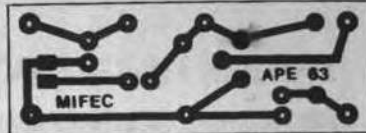

Fig. 2
- FIG. 2 - LAY OUT DO CIRCUITO IMPRESSO ESPECIFICO - A plaquinha é uma *titiquinha*, de tão pequena e simples... Qualquer *lasca* de fenolite cobreado que esteja por aí, sobrando, jogada no fundo da *sucata*, dará para a confecção...! O diagrama mostra, em escala 1:1 (tamanho natural, portanto...), o padrão cobreado, de facilíma reprodução... Embora o uso de decalques ácido-resistentes gere um acabamento mais bonito e profissional, nada impede que o leitor/hobbysta realize a traçagem com tinta, caneta apropriada (até do tipo descartável...), desde que *capriche* e confira tudo direitinho, ao final... Aos novatos, recomendamos ler as **INSTRUÇÕES GERAIS PARA AS MONTAGENS**, onde fundamentais conselhos e *dicas* são permanentemente mencionados, a respeito do tema...